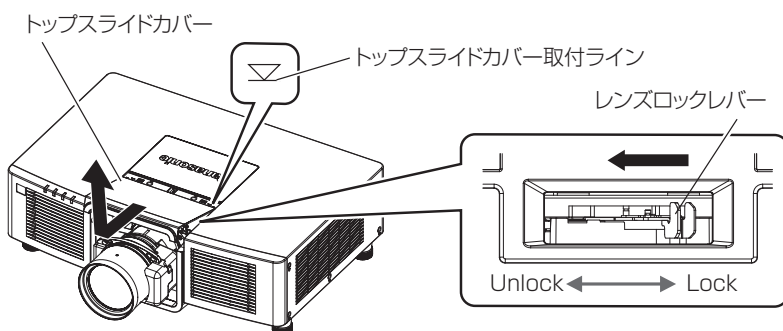
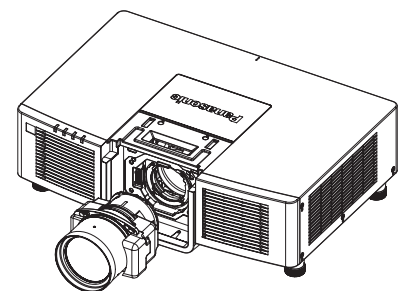

図3
図5
3) レンズロックレバーが Unlock 側の位置にあることを確認する (図 3)
- レンズロックレバーが Lock 側 (図 5) にある場合は、レンズロックレバーをつまんで Unlock 側 (図 3) に回してください。
5) 投写レンズを持ちながら、レンズロックレバーを Lock 側に回しきる (図 5)
**2) トップスライドカバーを取り外す（図 3）**
**4) 投写レンズを取り外す（図 5）**
**5) トップスライドカバーを取り付ける（図 3）**